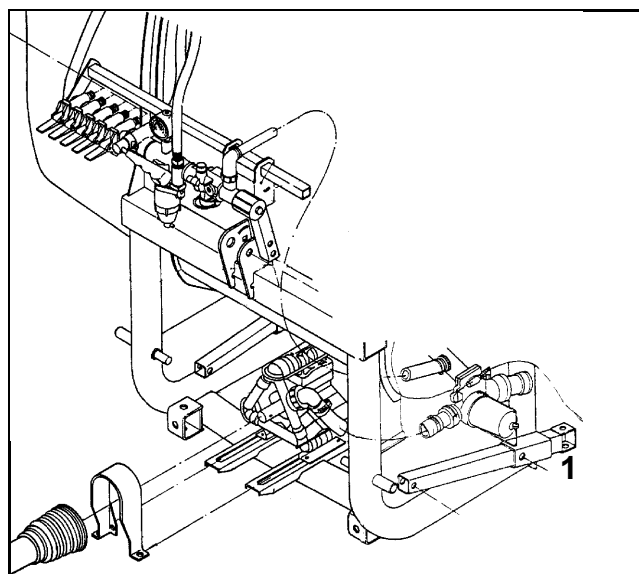

Рис. 27
- Задвиньте и закрепите обе опорные стойки (Рис. 27/1).
- Выдвиньте обе опорные стойки (Рис. 27/1) и зафиксируйте.